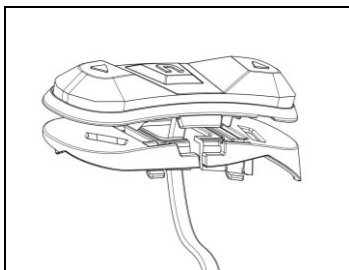
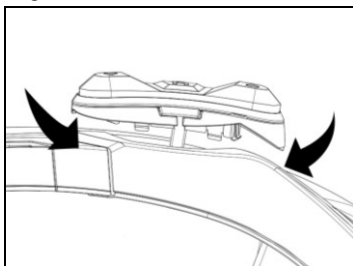

Fig. 19
Fig. 20
- Drej tastaturets underlag for at placere det som vist på Fig. 19, og fastgør det på tastaturet (Fig. 20).